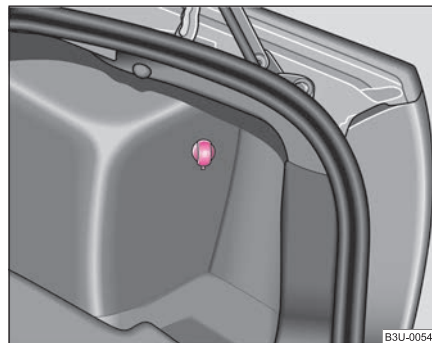

Fig. 93 Portbagajul: Priza
- Deschideți capacul prizei ⇒ fig. 93.